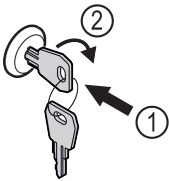

Fig. 87
- ▶ Пъхнете ключа Fig. 87 (1).
- ▶ Завъртете го на 90° по посока на часовниковата стрелка Fig. 87 (2).